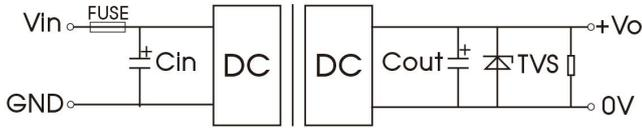

图 1
- ① 产品测试及应用时，请按照（图 1）推荐的测试电路进行；至少保障外接一个电解电容  $C_{in}$  ( $\geq 220\mu F$ )，用于抑制输入端可能产生的浪涌电压。
- ② 如果产品输入端并联瞬变能量较大的电路（如并联电机驱动电路），或会导致产品输入电压被拉低，此时关注产品输入电压的波动，建议适当增大输入端电解电容  $C_{in}$  的容值，以保障输入端电压稳定，避免输入电压低于欠压保护点导致产品重复启动的情况。
- ③ 如果产品输出端为感性负载时（如继电器、电机），建议在容性负载规格内增大输出电容  $C_{out}$  容值，并增加 TVS 管，用以滤除电压尖峰。
- ④ 如需进一步减少输入输出纹波，可适当加大外接电容  $C_{in}$ 、 $C_{out}$  容值或选用串联等效阻抗值小的外接电容，外接电容  $C_{out}$  容值不能大于产品的最大容性负载。